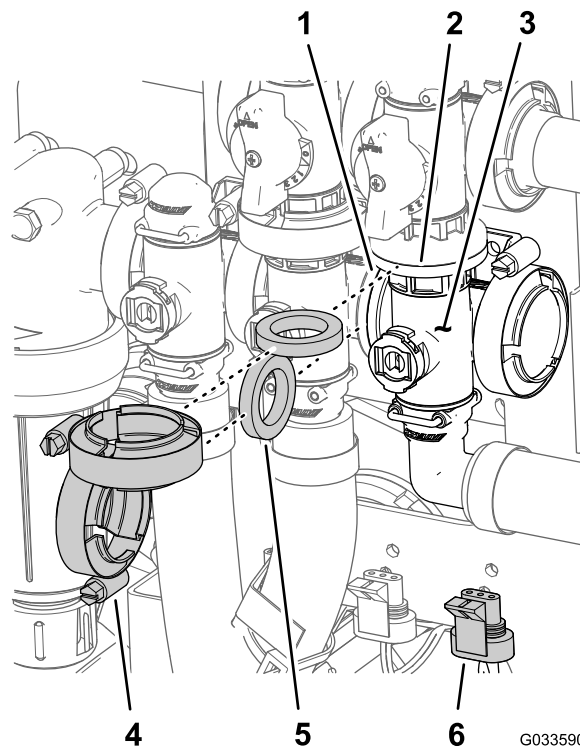

Figura 129
2. Monte el distribuidor de la válvula maestra de los brazos, la junta y la válvula maestra de desvío de los brazos con una brida de fijación apretada a mano (Figura 129).
3. Alinee la brida del distribuidor de la válvula maestra, una junta y el distribuidor de la válvula de agitación (Figura 129).
4. Monte el distribuidor de la válvula maestra, la junta y el distribuidor de la válvula de agitación con una brida de fijación y apriete a mano (Figura 129).
1. Alinee la brida del distribuidor de la válvula maestra de los brazos, una junta y la brida de la válvula maestra de desvío de los brazos (Figura 129).
- Monte la válvula de agitación en el soporte de la válvula con el perno con arandela prensada y la contratuerca con arandela prensada (**Figura 129**) que retiró en el paso 3 de **Retirada del distribuidor de la válvula maestra de los brazos (página 84)**, y apriete el perno y la tuerca a 10-12 N·m.